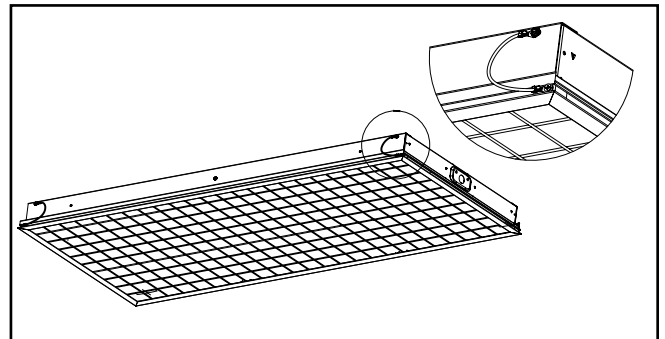

Figura 1.
1. Fije el extremo libre de cada correa de sujeción del marco de la puerta a la carcasa usando el tornillo preajustado en cada esquina de la carcasa de la luminaria, como se indica en (Figura 1).